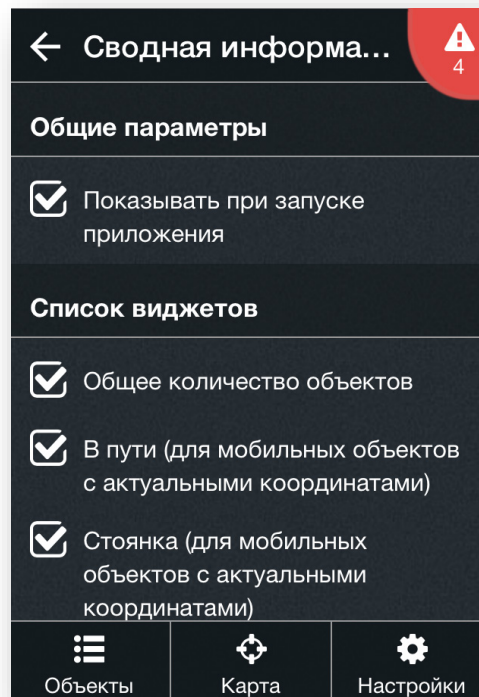

Рисунок 219. Настройки → Сводная информация
- Сводная информация (рис. 219) – выберите виджеты, которые необходимо показывать в окне сводной информации (см. п. 18.4.2). Также укажите, нужно ли показывать окно сводной информации при каждом запуске приложения.